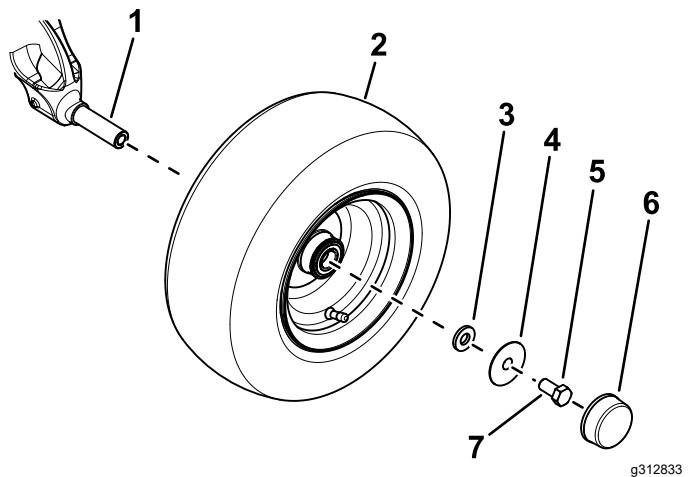

Figura 3
- B. Utilice una arandela pequeña, una arandela grande, y un perno ( $\frac{5}{8}$ " x  $1\frac{1}{4}$ ) para sujetar la rueda a la mangueta (Figura 3).
D. Instale el tapón guardapolvo en la rueda (Figura 3).